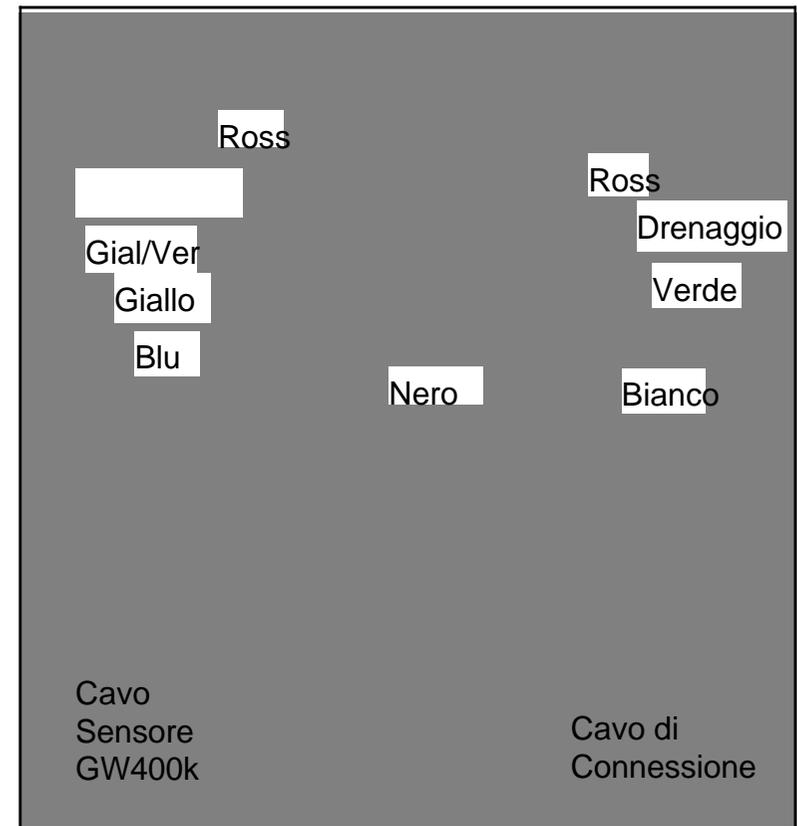

Figura 11
3. Collegare i terminali del cavo sensore ai blocchi dei terminali verificando che i colori dei terminali del cavo corrispondano con le scritte sulla scheda. La Figura 11 mostra il cavo sensore collegato al blocco dei terminali di sinistra di una scatola di derivazione.